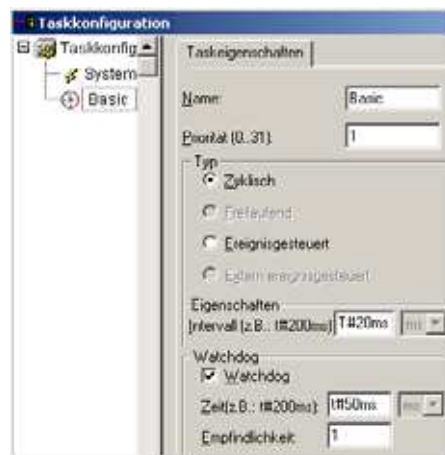

Abbildung 30: Parametrieren der zyklischen Task
- ▶ Parametrieren Sie die Task im Dialogfenster wie in Abbildung 30.